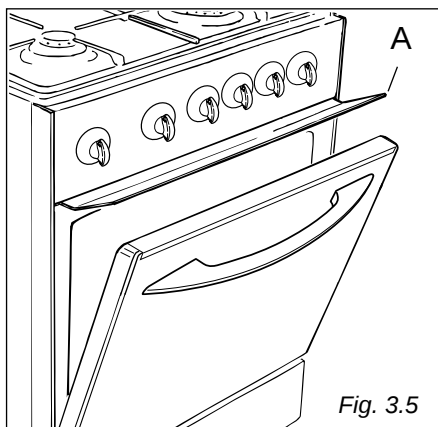

Fig. 3.5
- Abra a porta até escutar o primeiro clique. Enfie o ecrã contra calor “A” debaixo do painel de comandos (fig. 3.5).